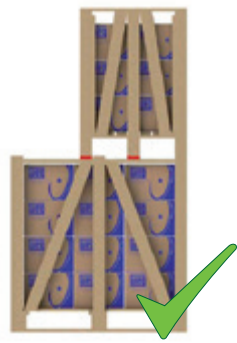
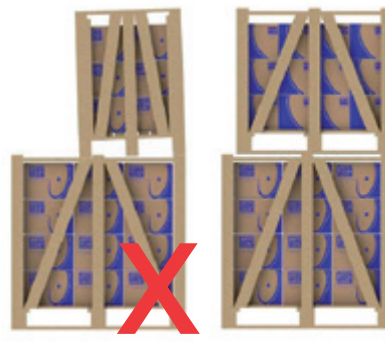

Рисунок 5.3 - Правильный штабель
Рисунок 5.4 - Неправильный штабель
3) Опоры верхних ящиков всегда должны ставиться на подходящие деревянные бруски (Рисунок 5.3), но ни в коем случае не на стальную полосу или просто на нижний ящик без поддержки (Рисунок 5.4);